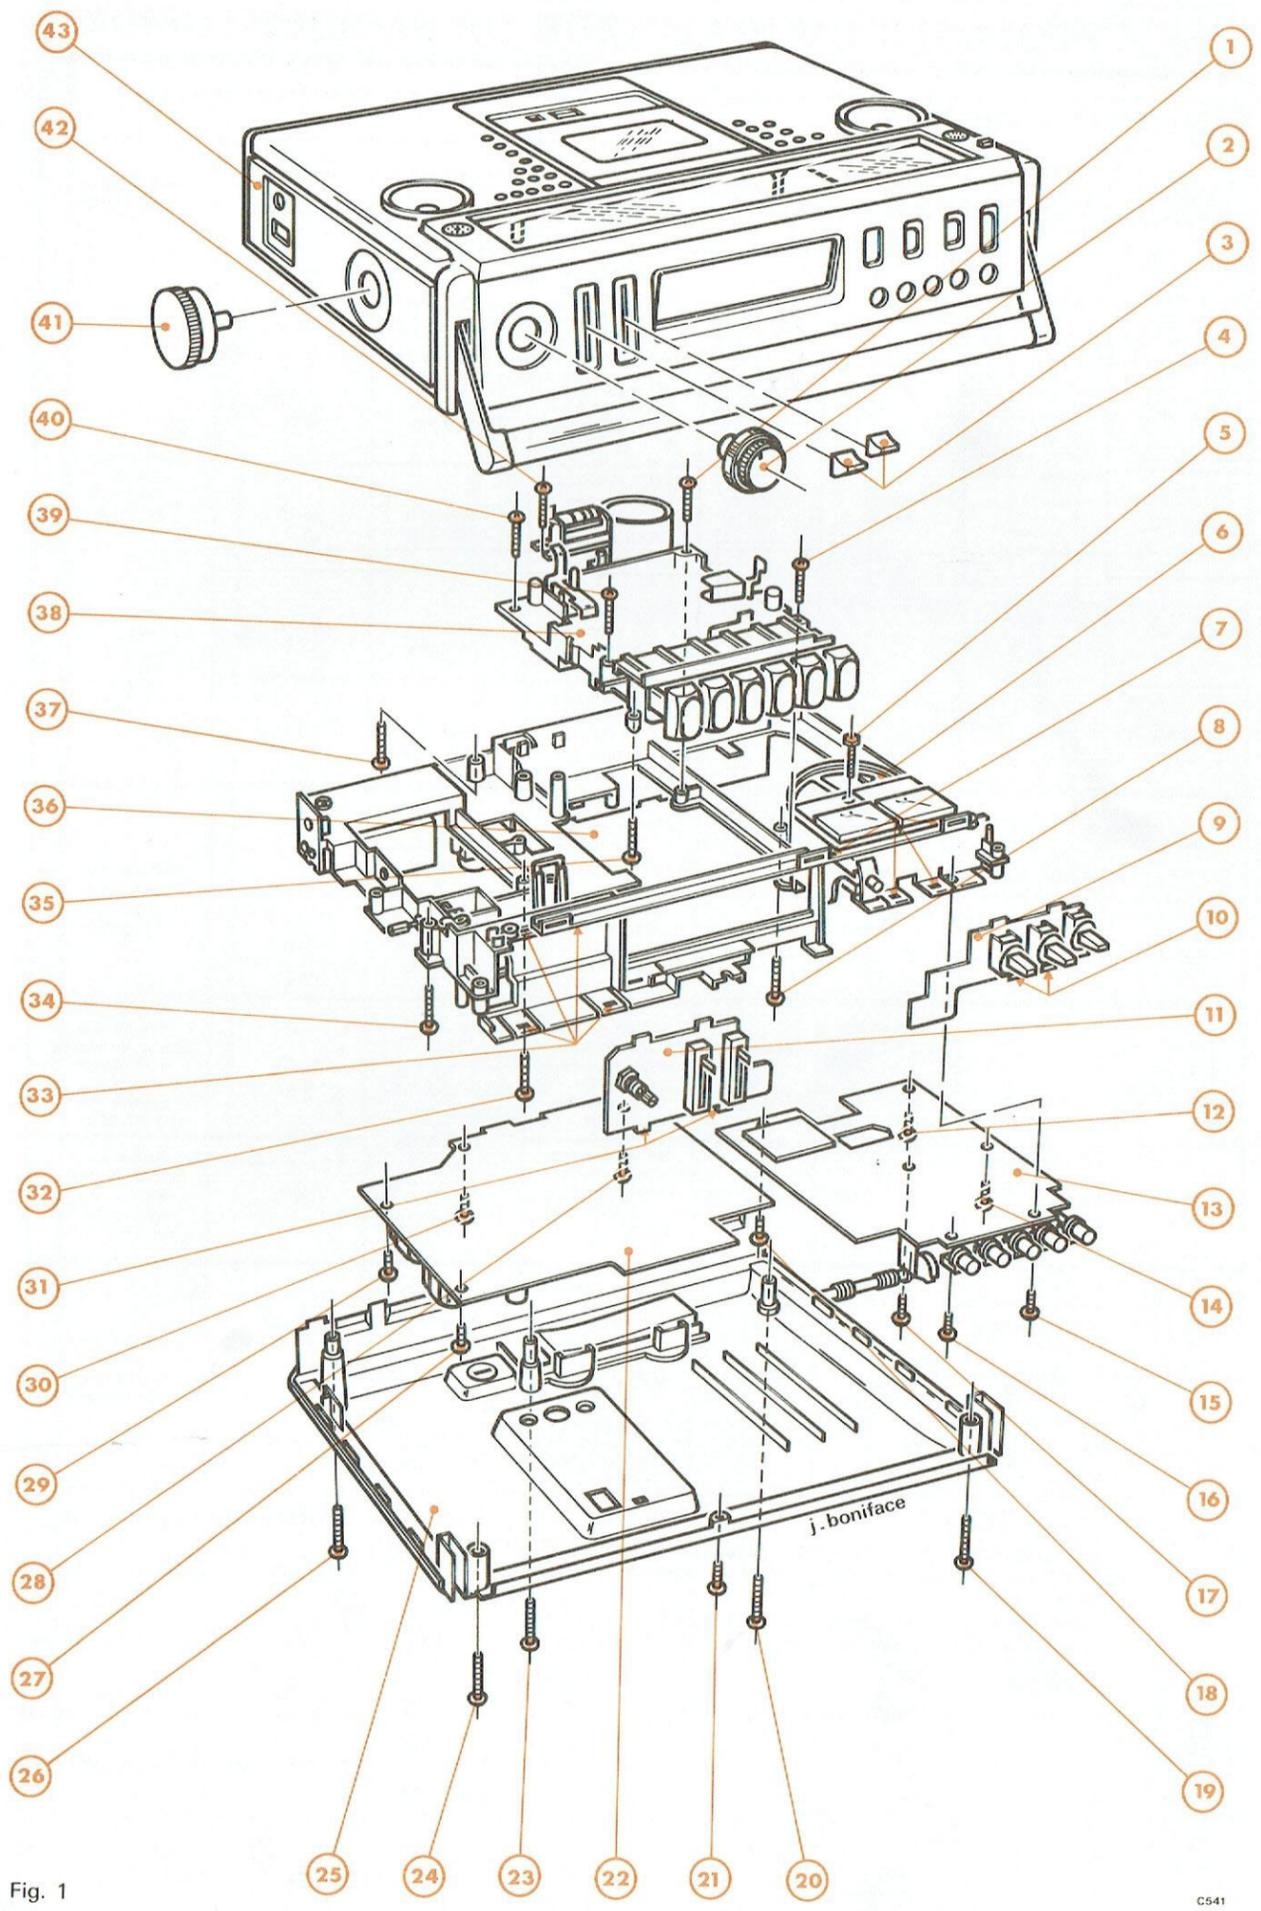
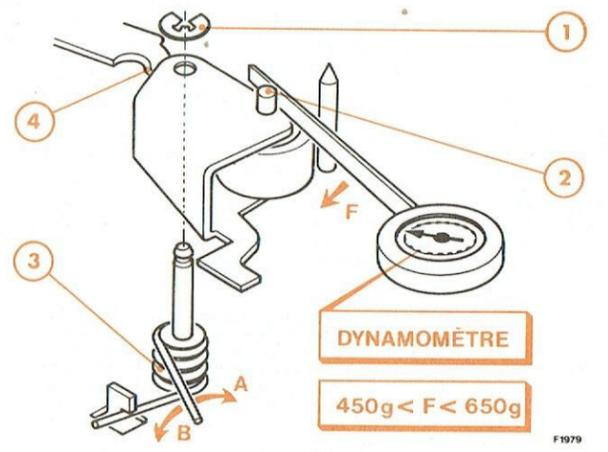

Fig. 1
Fig. 2
A. DÉMONTAGE DU COFFRET (Fig. 1)
- 1° - Enlever les vis (19), (20), (21), (23), (24) et (26).
- 2° - Enlever le coffret arrière (25).
B. DÉMONTAGE DU CHASSIS (Fig. 1)
- 2° - Tirer les boutons de commande (2), (3) et (41).
- 3° - Enlever les vis (8), (32), (34), (35) et (37).
- 4° - Enlever le châssis (36) du coffret avant (43).
C. DÉMONTAGE DE LA PLATINE HF-FI (Fig. 1)
- 2° - Enlever la vis (5) et retirer la poulie d'entraînement du condensateur variable (6).
- 3° - Enlever les vis (12), (14), (15), (16), (17) et (18).
- 4° - Enlever la platine (17).
D. DÉMONTAGE DE LA PLATINE AMPLIFICATEUR ENREGISTREMENT/LECTURE (Fig. 1)
- 2° - Enlever les vis (27), (28), (29) et (30).
- 3° - Retirer le circuit imprimé (22).
E. DÉMONTAGE DES PLATINES POTENTIOMÈTRES ET COMMUTATIONS (Fig. 1)
- 2° - Exercer une pression sur les pattes (7) ou (33) de façon à déboîter les ergots (10) ou (31).
- 3° - Enlever la platine « POTENTIOMÈTRES » (11) ou la platine « COMMUTATIONS » (9).
F. DÉMONTAGE DE L'ENSEMBLE MÉCANIQUE DE L'ENREGISTREUR/LECTEUR DE CASSETTES (Fig. 1)
- 2° - Enlever les vis (1), (4), (39), (40) et (42).
- 3° - Retirer l'ensemble mécanique (38).
G. DÉMONTAGE DU GALET PRESSEUR (Fig. 2)
- 2° - Enlever l'anneau d'arrêt (1).
- 3° - Retirer le galet presseur (2) et le levier d'arrêt automatique (4).
- 4° - Enlever le ressort (3).
A. RÉGLAGE DE LA FORCE D'APPUI DU GALET PRESSEUR (Fig. 2)
- Appliquer le palpeur d'un dynamomètre sur le galet presseur (2) et exercer une force perpendiculaire.